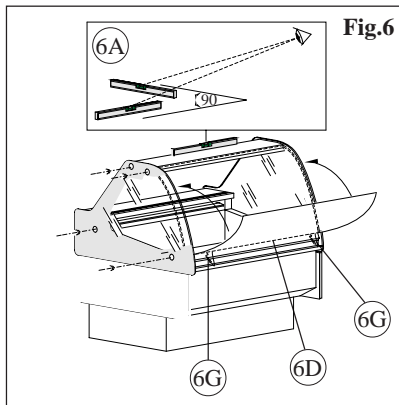

Fig.6
- Connettere i faston (fig.6 -6G) della resistenza anticondensa del cristallo anteriore e inserirlo nel canale della cerniera (fig.6 - 6D).
- connect the fastons (fig. 6 -6G) of the anti-condensation resistance of the front glass panel and insert in the groove for the hinge (fig. 6 -6D) .
- Connectez les fastons (fig.6 -6G) de la résistance anticondensat de la glace antérieur et l'inserez dans le creux de la cernière (fig.6 - 6D).